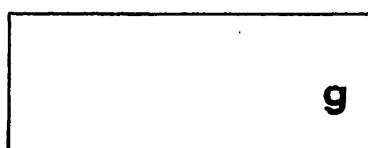

図 4
- ④ [MODE] キーを押して登録したい単位図 4に合わせさせます。
- ⑤ 表示が図 4で [SAMPLE %] キーを押すと g が登録されます。